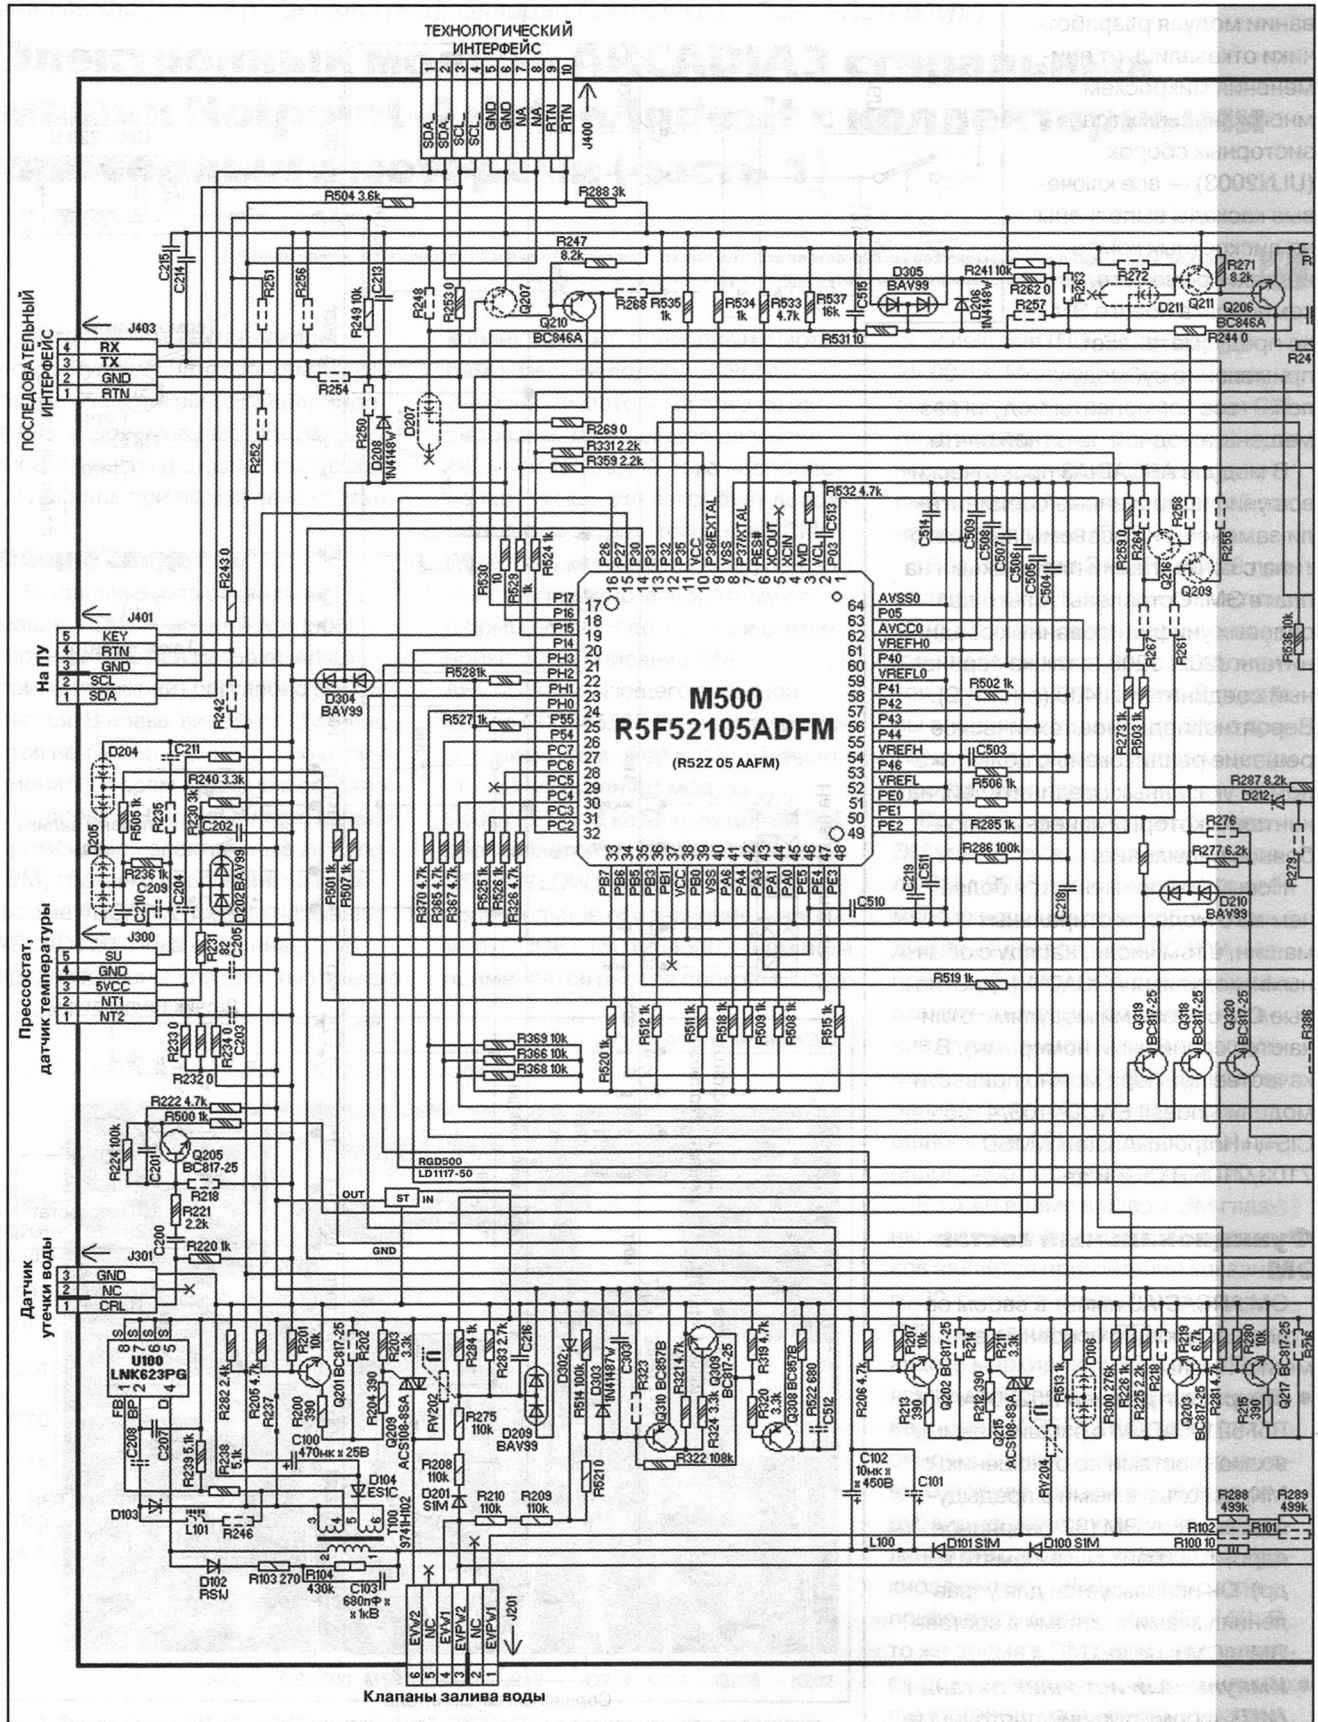

Рис. 3. Принципиальная электрическая
Принципиальная электрическая ЭМ ARCAIA3 приведена на рис. 3, а на рис. 4 — схема расположения компонентов.
2. Компоненты, контуры которых на схеме (рис. 3) выделены пунктиром, в рассматриваемой версии ЭМ не были установлены, но под них были зарезервированы места на плате и выполнена разводка печатных проводников.
3. Так как принципиальная электрическая схема (рис.3) рисовалась с реальной платы ЭМ и, учитывая всю сложность этой работы, авторы допускают, что в ней могут быть допущены неточности.
Рассмотрим особенности принципиальной электрической схемы ИП, показанной на рис. 3.
2. В этой статье упоминаются не все узлы и цепи, в которых опционально устанавливаются элементы, отмеченные на схеме (рис. 3) пунктиром.